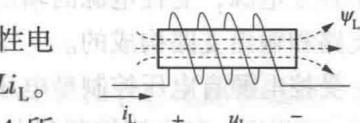

图 1-4 电感元件
(1) 当电流和磁链的参考方向符合右手螺旋法则时，线性电感元件的磁链 ψ_L 、电感量 L 及电感电流 i_L 之间关系式为 $\psi_L = L i_L$ 。
(2) 特征方程。当电压、电流取关联正向时，如图 1-4 所示，电感元件的特征方程（即伏安关系式）为